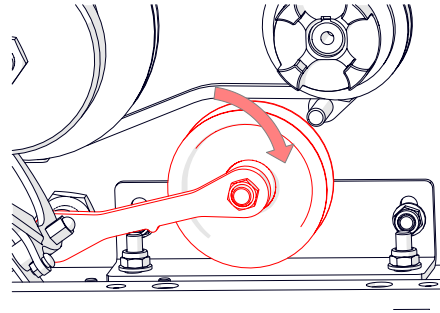

Fig. 17H – Ajuste a polia para evitar contacto com a correia quando a transmissão está desengatada.
10. Ajuste a polia para que, quando o manípulo da transmissão estiver na posição de desengatado, fique apoiado no suporte (Fig. 17H), evitando assim o contacto com a correia, na medida do possível.